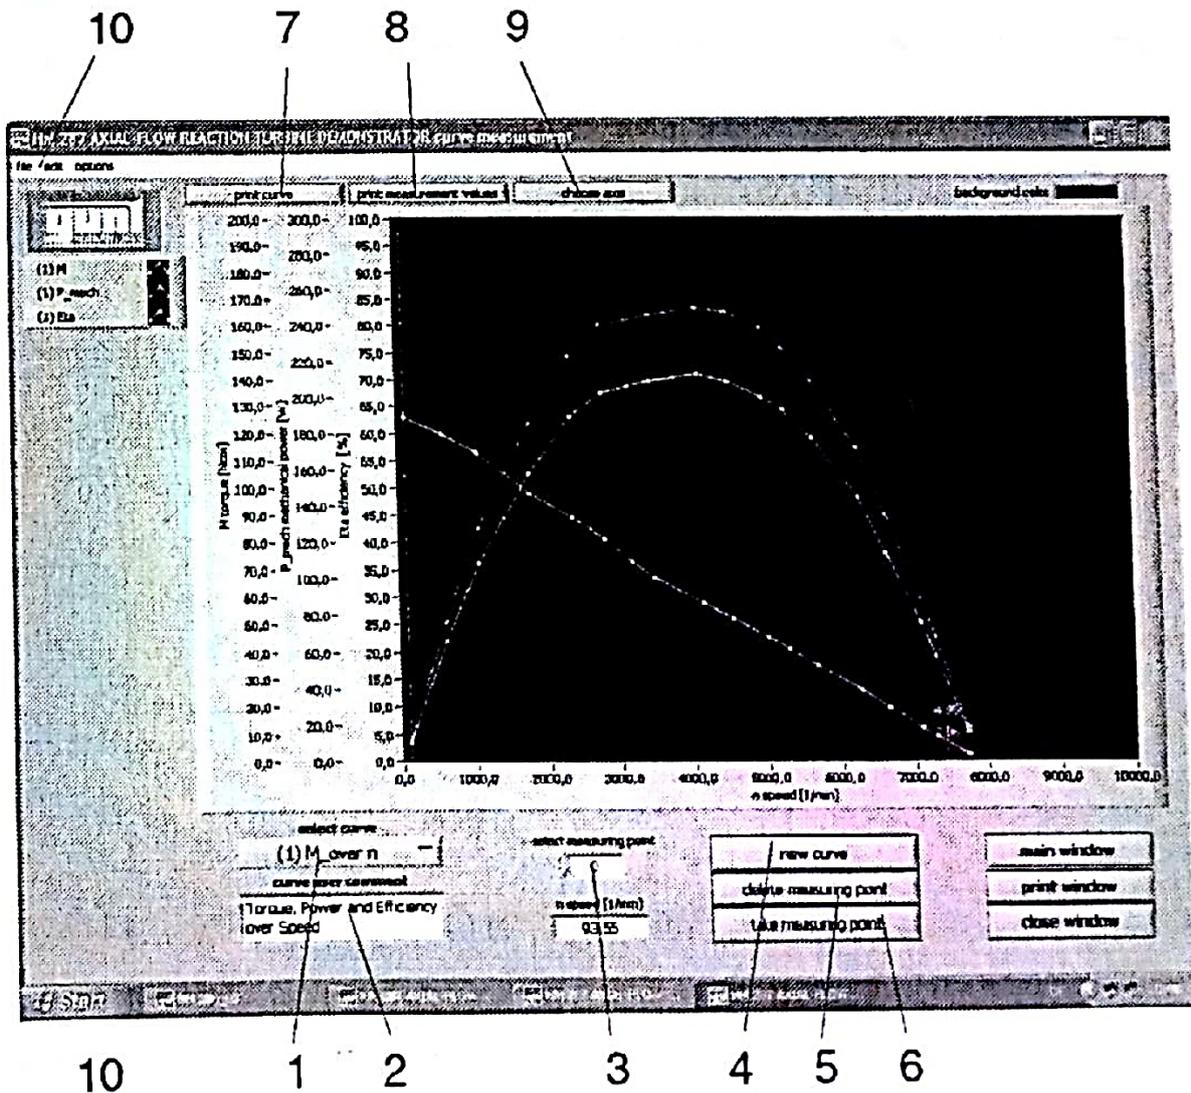

Fig. 6 Système d'affichage des courbes
- Dans le sous-programme Courbe des Mesures (Curve Measurement), les valeurs mesurées peuvent être tracées sous forme d'une courbe (Graphe) et enregistrées. Ce sous-programme contient un certain nombre d'options pour générer de manière optimale une courbe des valeurs mesurées (Fig. 6) ;